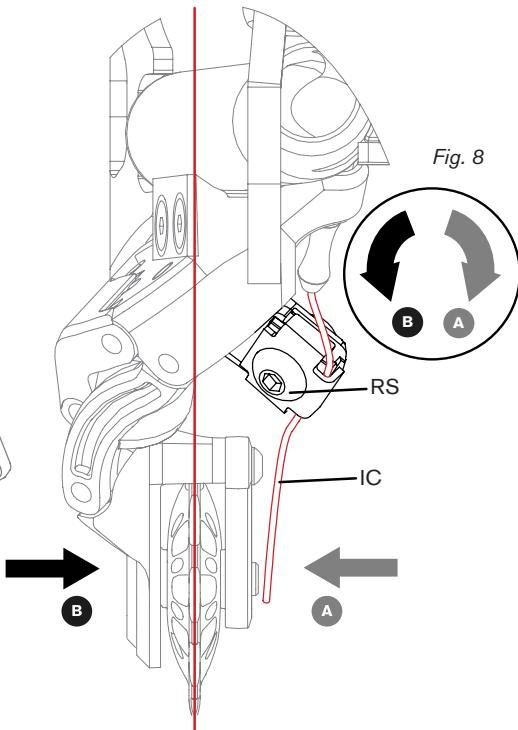
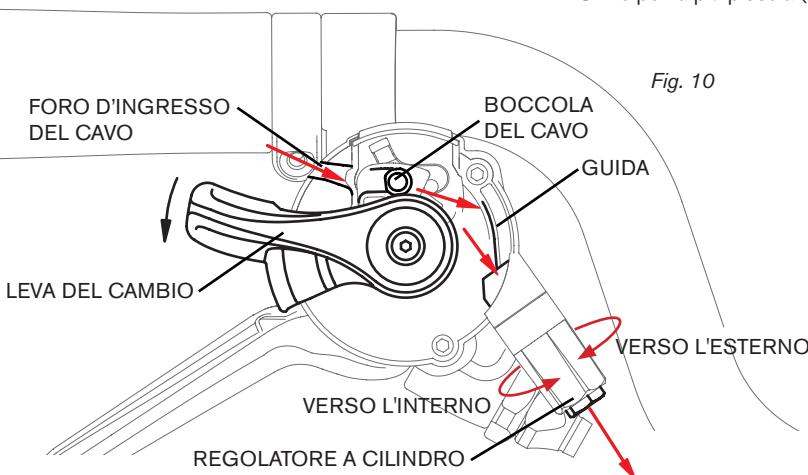

Fig. 8
Fig. 10
Per ripristinare la tensione se il cavo si è allentato, collocare la bicicletta su un supporto. Girare il regolatore a cilindro (fig. 10) di un quarto di giro per volta verso l'esterno, ogni volta facendo ruotare i pedali e ascoltando il rumore che si riduce. Procedere anche a un'ispezione visiva per assicurarsi che la puleggia sul deragliatore sia allineata con la ruota dentata selezionata sulla cassetta. Se la bicicletta non riesce a raggiungere la ruota dentata più grande, significa che la tensione è eccessiva; in tal caso girare il regolatore a cilindro verso l'interno per correggere il problema (fig. 10). Se questo accorgimento non consente di risolvere il problema originario, passare alla ruota più piccola sulla cassetta e allentare il bullone che fissa in posizione il cavo all'interno del deragliatore (figg. 7, 8). Utilizzare delle pinze piccole per tirare l'estremità IC del cavo interno in modo da aumentarne la tensione; quindi serrare il bullone RS (fig. 8).
LS-1 viene utilizzato per allineare la ruota dentata più grande sulla cassetta. LS-2 è per la più piccola (fig. 8).
- Serrare il bullone che fissa in posizione il cavo all'interno del deragliatore (fig. 8)
- Utilizzare il regolatore a cilindro sul comando cambio per regolare la tensione del cavo come necessario (fig. 10)
- Svitando il regolatore si aggiunge tensione al cavo, migliorando il passaggio alla marcia inferiore (fig. 10)
- La puleggia sul deragliatore deve essere allineata con la ruota dentata della marcia innestata sulla cassetta (fig. 10).